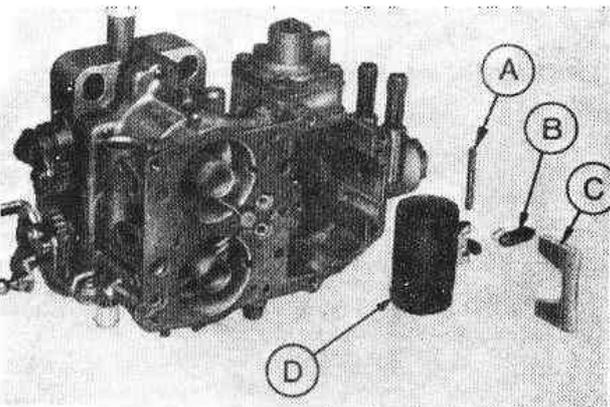

Рис. 3.88. Установка игольчатого клапана и поплавка в сборе (Разд.34) А. Штифт В. Игольчатый клапан
14. Установите на место игольчатый клапан, убедитесь, что пружинный клипс находится на клапане, и установите на поплавков его штифт. Установите поплавок со штифтом таким образом, чтобы язычок поплавка оказался позади пружины игольчатого клапана, и установите на место нейлоновый стопорный лепесток (Рис.3.88).